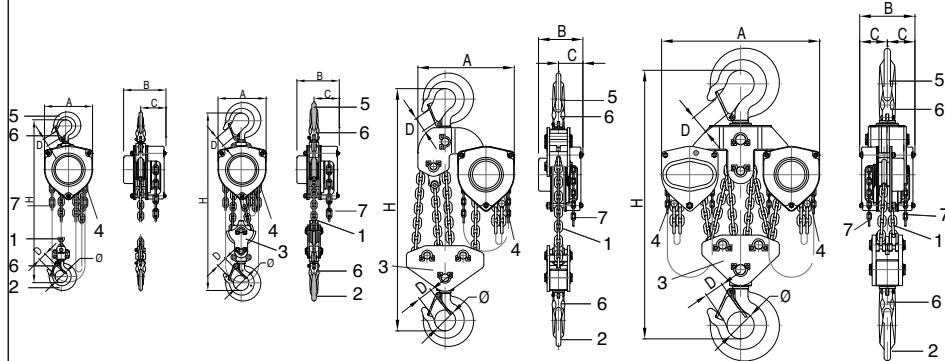

fig. 1
De tralift takel is geleverd, uitgerust met een hijsketting (merkt. 1, fig. 1) en een bedrijfketting (merkt. 7, fig. 1) compatibel voor een standaard hijshoogte van 3 m.
De hijsketting bestaat uit één of meerdere strengen (zie § 2 technische specificaties) met aan het uiteinde van de last een hijshaak (merkt. 2, fig. 1) en aan het andere uiteinde (het slappe uiteinde) is de hijsketting bevestigd op een lage eindaanslag (merkt. 4, fig. 1) die zelf op het toestel bevestigd is.
3. Controleer de goede staat van de haken (merkt. 2, fig. 1) en van de veiligheidsspalen (merkt. 6, fig. 1).
4. Controleer of het uiteinde van de hijsketting aan de slappe kant bevestigd is op de lage eindaanslag van het toestel (merkt. 4, fig. 1).